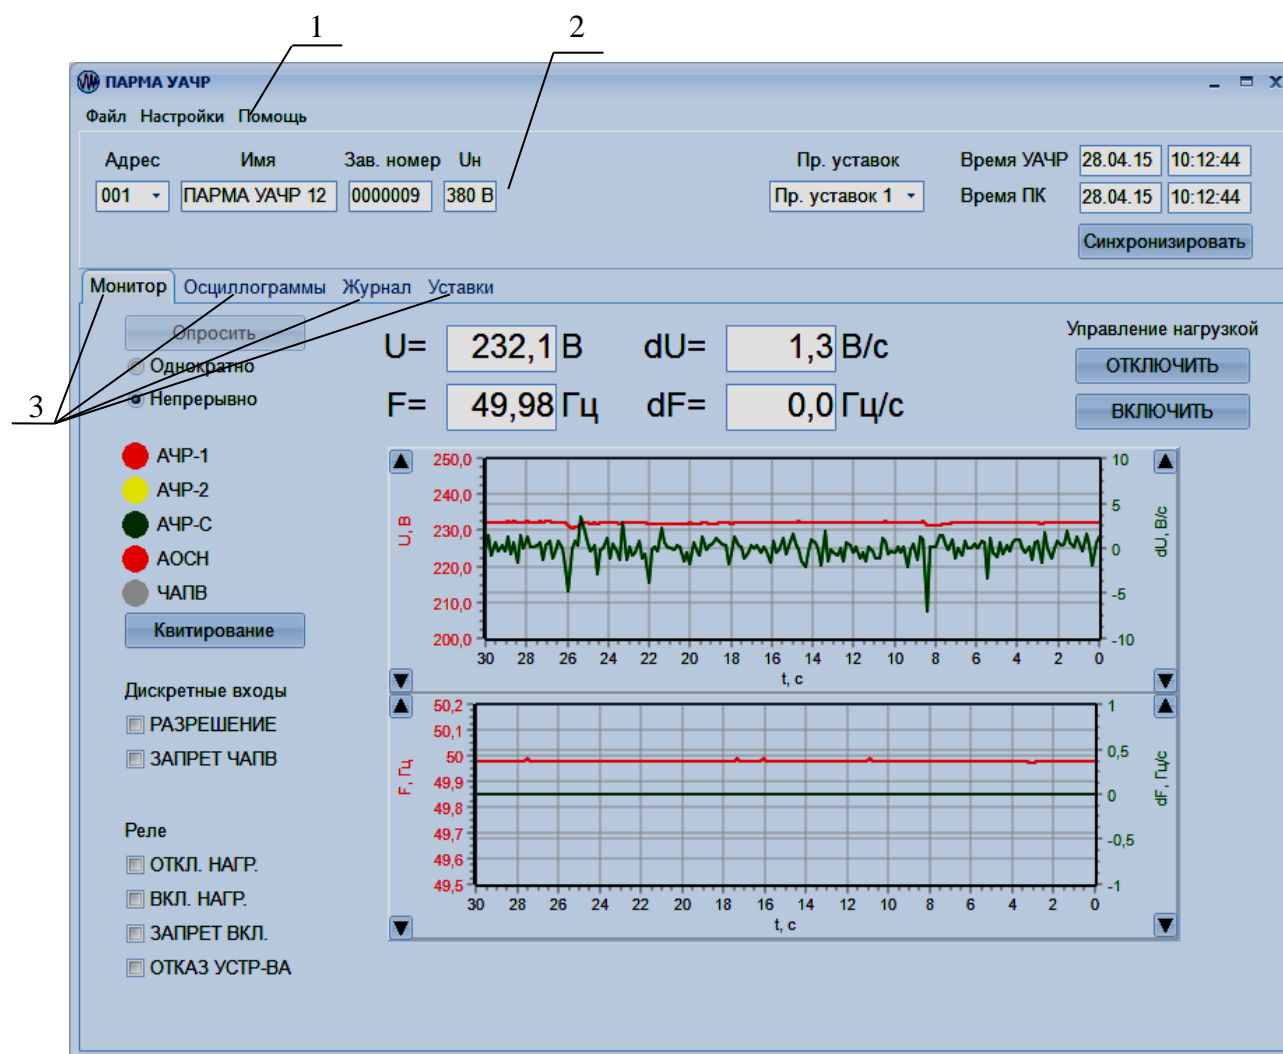

Рисунок 6 – Окно программы "ПАРМА УАЧР"
5.3.1 После запуска ПО на экране появится окно программы (рисунок 6).